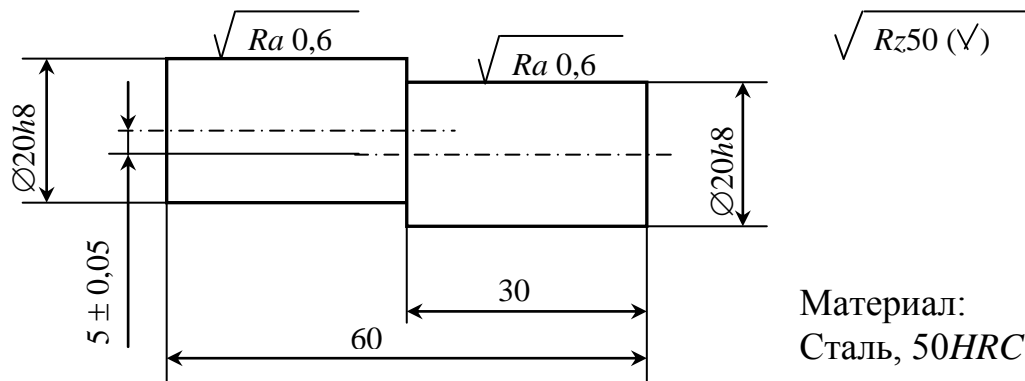

Рисунок 3.15
8. Перечислить признаки нетехнологичности конструкции детали с точки зрения проведения механической обработки (рисунок 3.15).